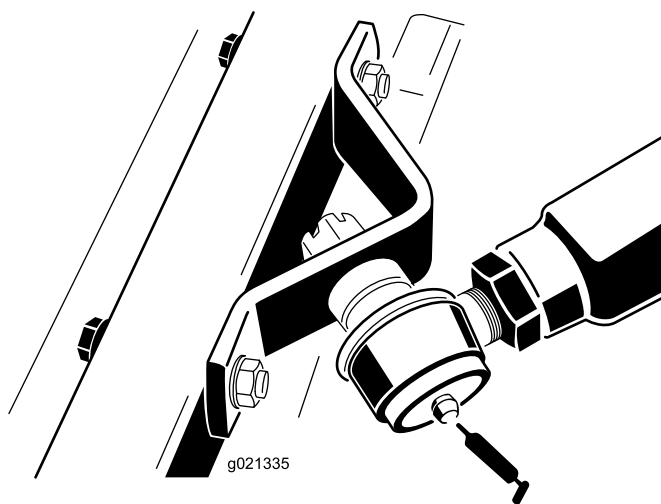

Figura 19
- Rótulas esféricas do braço direito e esquerdo - 1 cada (Figura 19)